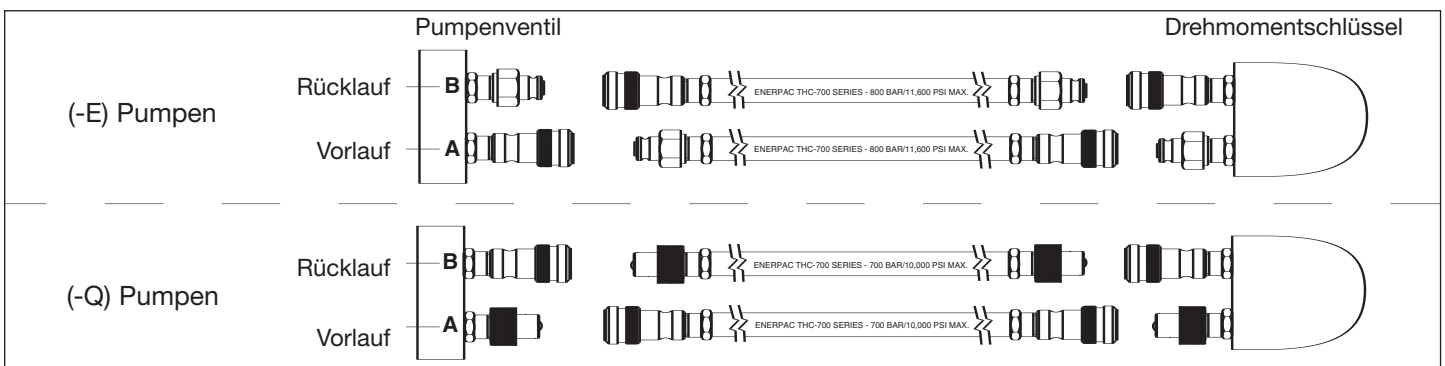

Abb. 5
Schließen Sie die Schläuche wie in Abb. 5 dargestellt an.
2. (-Q) Pumpentyp für allgemeine Drehmomentschlüssel. Verwenden Sie Schläuche mit einem Nennbetriebsdruck von 700 Bar/10.000 psi. Für den ordnungsgemäßen Gebrauch des Verschraubungsgerätes müssen Kupplungen wie in Abb. 5 polarisiert sein. Stellen Sie vor Inbetriebnahme sicher, dass die Kupplungen vollständig eingerastet und angezogen sind. Teilweises Einrasten der Kupplungen verhindert ordnungsgemäßen Gebrauch des Verschraubungsgerätes.